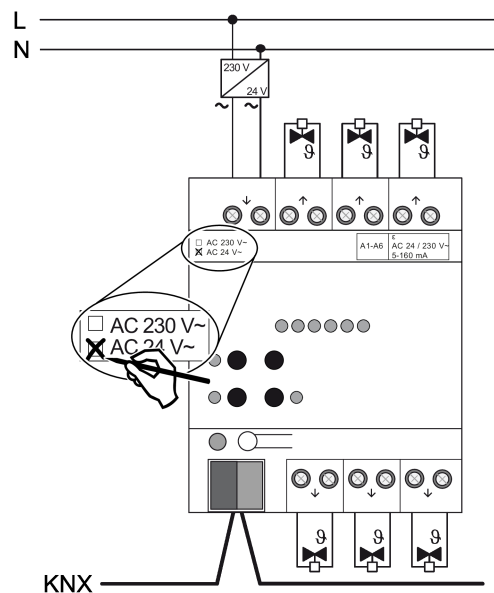

Bild 4: Anschluss Stellantriebe 24 V
- Stellantriebe AC 24 V gemäß Anschlussplan (siehe Bild 4) anschließen.